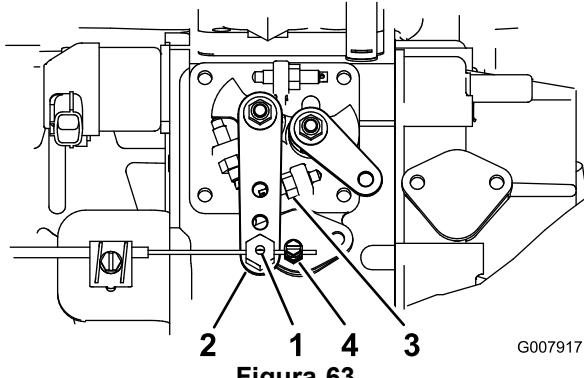

Figura 63
- Afloje el conector del cable del acelerador, en el cable del acelerador, junto a la palanca de la bomba de inyección (Figura 63).
- Sujete la palanca de la bomba de inyección contra el tope de ralentí alto (Figura 63).